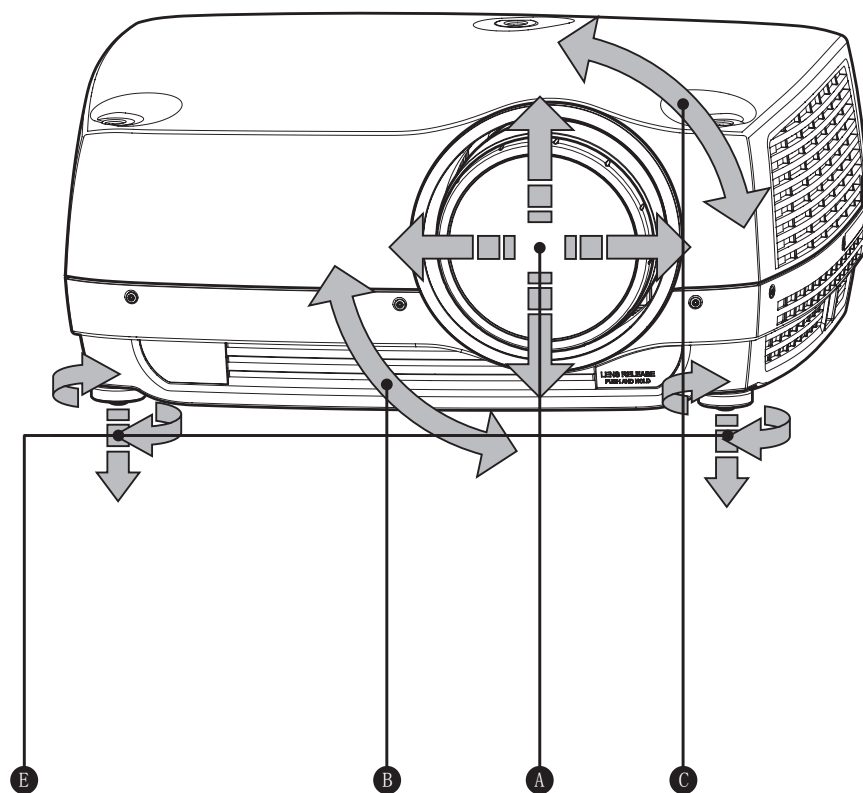

图 5-1. 图像尺寸和位置调节
1. 可调式支脚（图 5-1 中的 E）。
3. 通过键盘、遥控器、RS-232 或 LAN 进行控制的镜头变焦（适用于带变焦的镜头）（图 5-1 中的 B）。
找到适合的图像尺寸和位置之后，请使用键盘、遥控器、RS-232 或 LAN 调节图像焦点。（图 5-1 中的 C）。